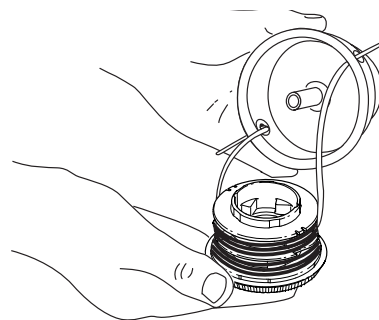

Fig. 21
3. Inserte los extremos de la línea de corte del nuevo carrete interior dentro de los ojillos de la bobina exterior (Fig. 21). Coloque el nuevo carrete interior con la flecha hacia arriba dentro de la bobina exterior.
3. Saque el carrete interior con la línea existente de la bobina exterior (Fig. 21).